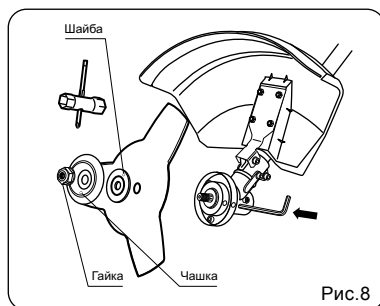

Рис. 8
- Удерживая стопорный стержень одной рукой, надежно затяните гайку трубчатым ключом (входит в комплект поставки), поворачивая ее против часовой стрелки (Рис. 8).